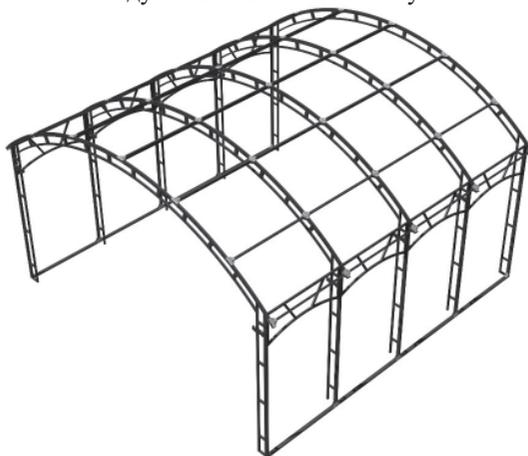

Рисунок 9
**15.** Устанавливаем последующие внутренние и торцевые арки на нижнее основание и соединяем их между собой по аналогии с пунктом 14. См.Рис.9